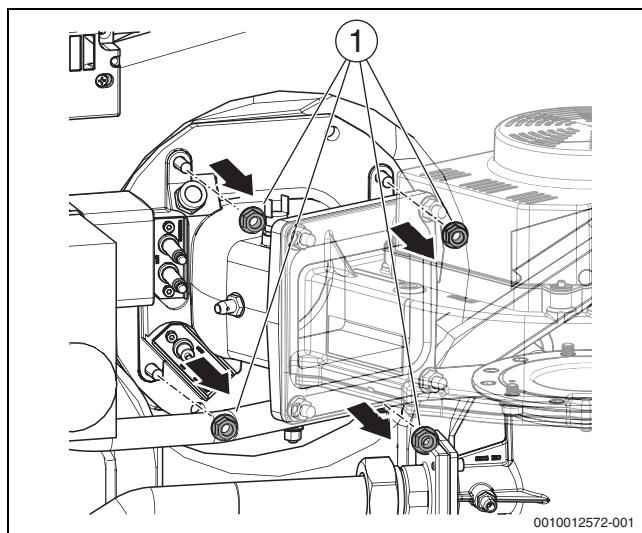
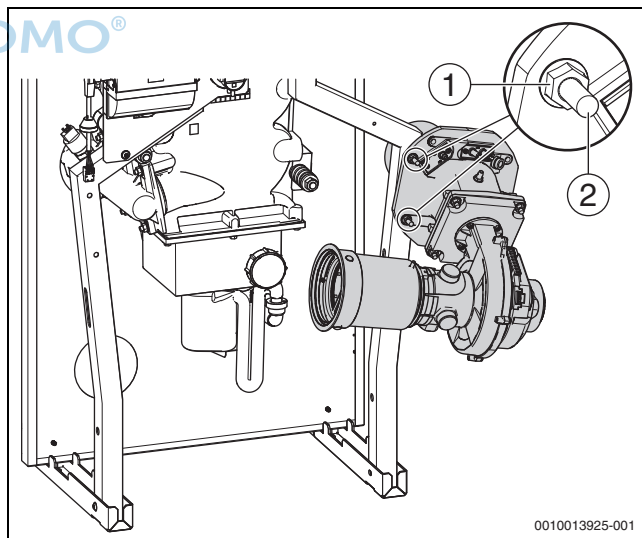

Bild 41 Muttern am Gemischkrümmer lösen
Bild 42 Brenner in Wartungsposition (Montage rechts)
- Brenner mit Flansch auf die werkseitig montierten Schrauben (→ Bild 42, [2]) aufstecken und mit zwei der zuvor entfernten Befestigungsmuttern (→ Bild 41, [1]) sichern.